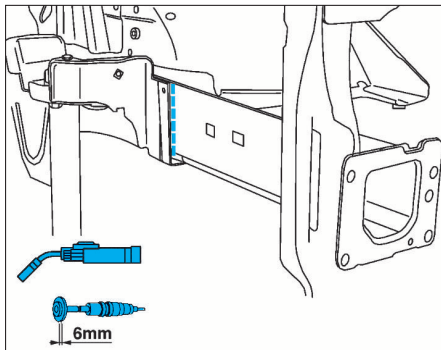

FIG. 9
- Souder au MIG ou avec une pointuse électrique (Fig.9 à 11) puis meuler.